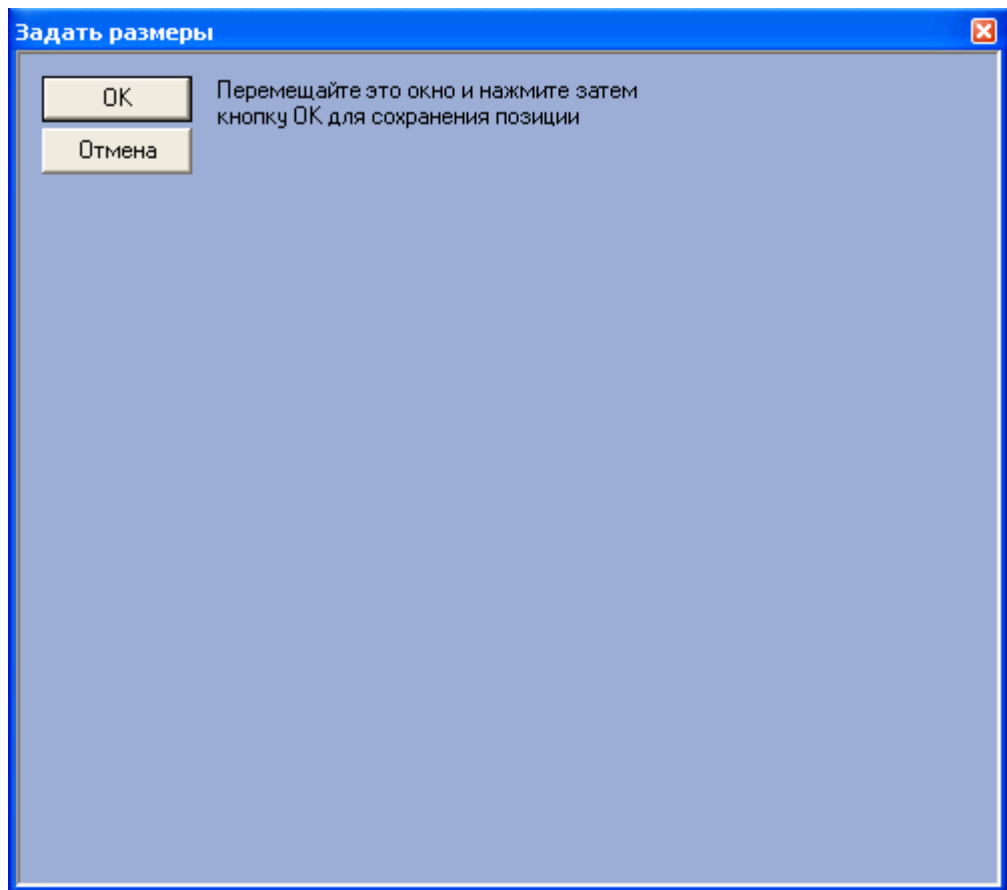

Рис. 7.8-3. Визуальный метод задания координат
*Примечание 2. Для удобства задания координат и размеров компонента «Оперативный монитор» рекомендуется использовать визуальный метод задания координат (Рис. 7.8-3). Для этого следует нажать кнопку «»(см. Рис. 7.8-2, 4) и, используя мышь, задать требуемый размер и положение тестового окна, после чего нажать «ОК» (Рис. 7.8-3). Координаты тестового окна будут автоматически рассчитаны и скопированы в поля «X», «Y», «W» и «H».*